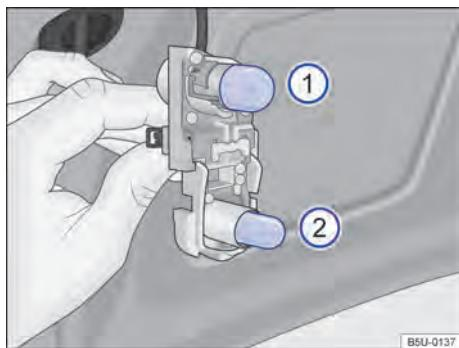

Fig. 112 No suporte das lâmpadas: localização das lâmpadas.
5. Para remover a lâmpada incandescente queimada  → Fig. 112, pressionar a lâmpada contra o suporte e girar, ao mesmo tempo, no sentido anti-horário.
6. Para remover a lâmpada incandescente queimada  → Fig. 112, puxar a lâmpada do suporte para removê-la.
A localização e a identificação das lâmpadas incandescentes → Fig. 112 estão relacionadas a seguir: